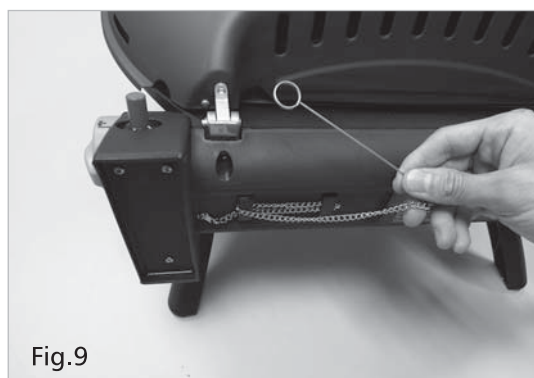

Fig.9
- (a) Premièrement, retirez le bâton d'extension de l'allumette de son compartiment (Fig. 9)